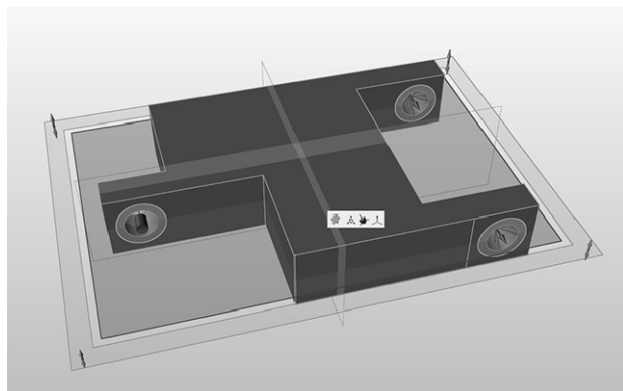

图 5-54
7) 单击 z 方向的红色平面，取消其激活状态，如图 5-54 所示。